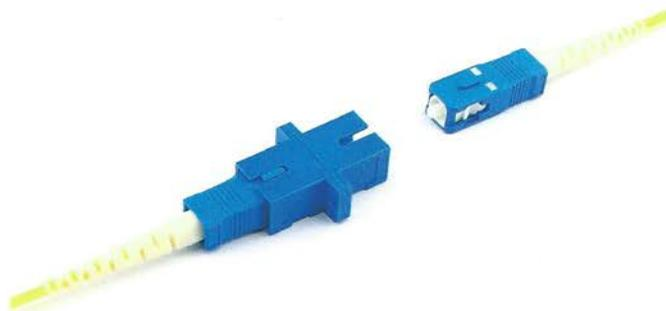

Figura 6.72. Conector SC.
- **Conector SC de conexión recta (Straight Connection).** Este tipo de conector (Figura 6.72) ha ido sustituyendo a los de tipo ST sobre todo en los sistemas de cableado estructurado, debido a que son fáciles de instalar y, al ser muy pequeños, aumenta su densidad de integración. Este conector encaja con un movimiento de presión y se desconecta tirando de él. Además, permite una variedad dúplex en la que los dos canales de transmisión/recepción (Tx/Rx) se pueden tener en el mismo módulo.